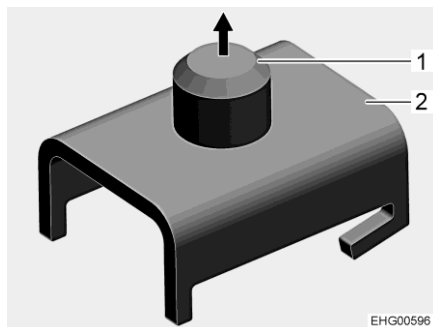
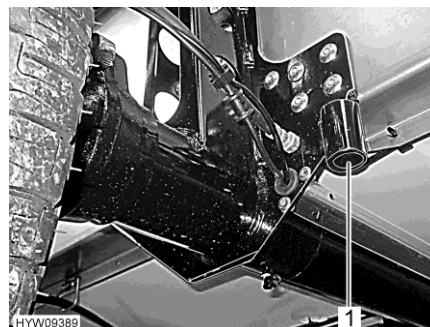

Bild 246 Adapter för fäste bakaxel
Bild 247 Fäste bakaxel
- Om ett hjul på bakaxeln ska bytas: Fäst adaptern (Bild 246,2) på domkraften.
- För in bulten (Bild 246,1) i fästet på bakaxeln (Bild 247,1).